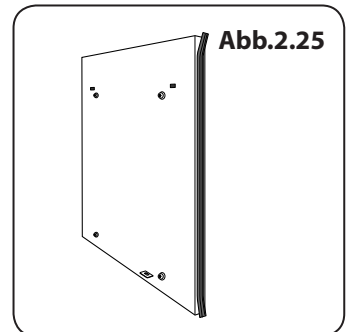

Abb.2.25
- Und eine Trennwand (**Abb.2.25**)